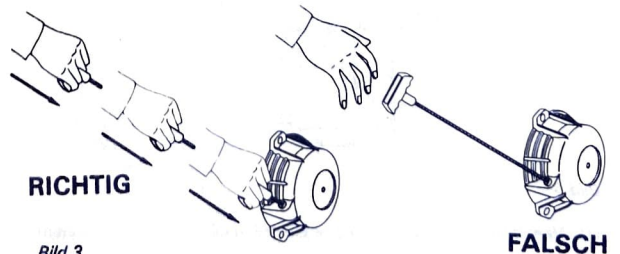

Bild 3
- Start mit Reversierstarter : Kräftig am Starterseil ziehen. Nach dem Anwerfen den Griff des Reversierstarters mit der Hand in seine Ausgangslage zurückbegleiten (siehe Bild 3).